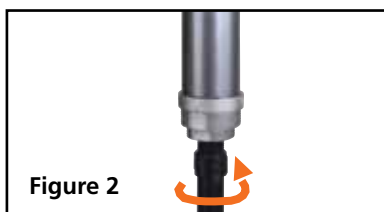

Figure 2
1. Vissez l'ensemble de tube d'aspiration dans le sens horaire (Fig. 2) dans l'écrou de bonde. Appliquez un joint EAD étanchéité à l'heure de l'ensemble du tube avant de l'attacher à l'écrou de bonde. Serrer la connexion sécurisée mais ne pas utiliser une force excessive.